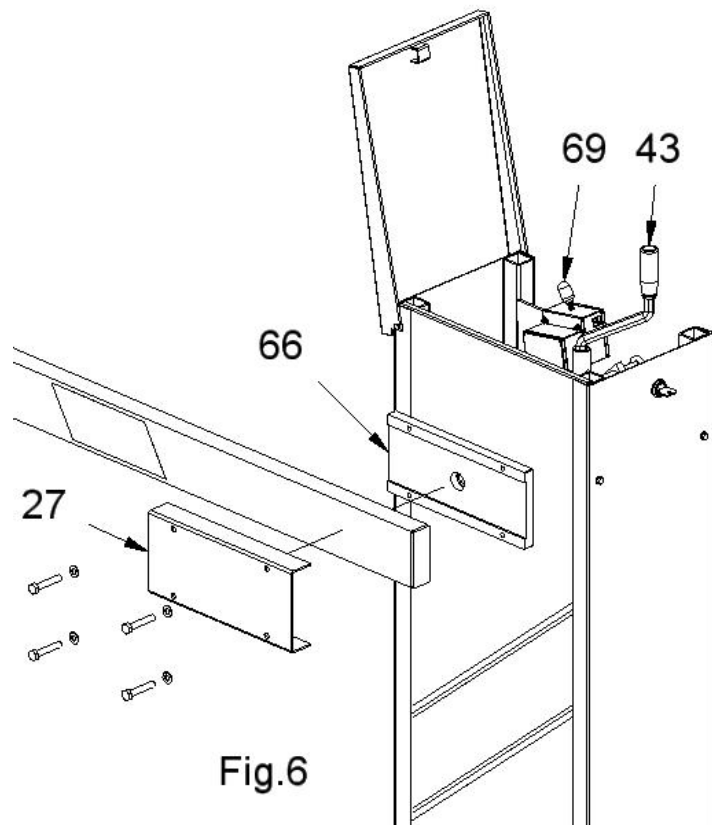
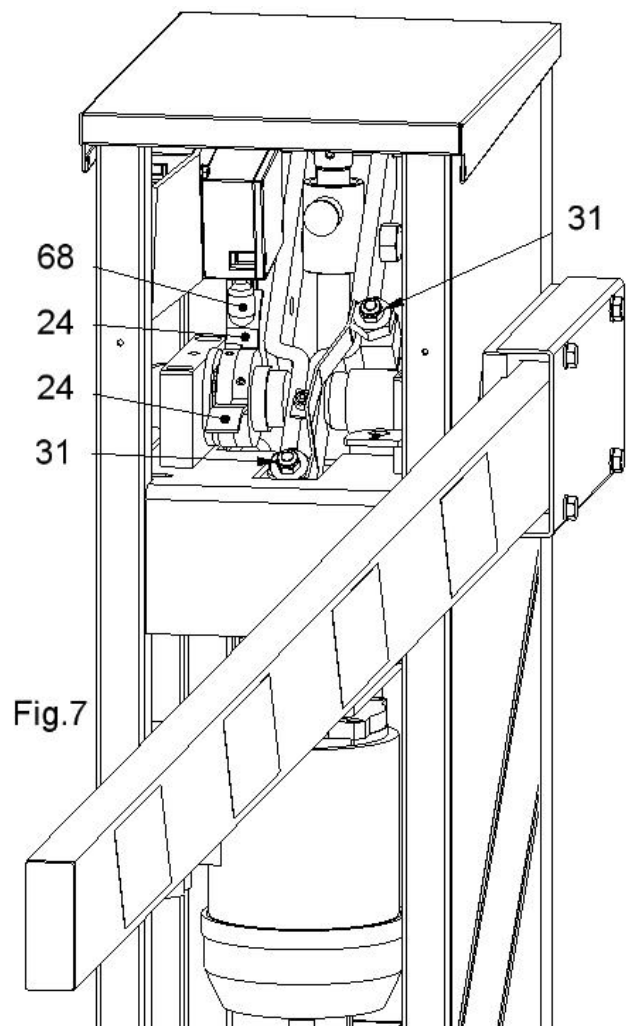
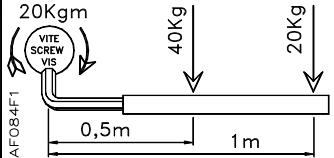

Fig.6
Fig.7
Fig.8
3) **I** Azionare manualmente la vite (pos.60 vedi cap.10 esplosi componenti) con la maniglia (pos.43), finché la ganascia porta asta (pos.66) è orizzontale. Bloccare l'asta sulla ganascia (pos.66) con il copri ganascia (pos.27) e le 4 viti M8 (fig.6).
Manovrare manualmente con la maniglia (pos.43) la salita e la discesa dell'asta e verificare l'esatto intervento sia del fincorsa elettrico di salita/discesa (pos.68 vedi fig.7) sia degli arresti meccanici (pos.31 vedi fig.7) già preregistrati dalla Casit.
**(GB)** Manually operate the screw (pos.60 see chap.10 exploded component) with the handle (pos.43), until the jaw (pos.66) is horizontal. Stop the arm on the jaw (pos.66) with the jam (pos.27) and the 4 screws M8 (fig.6). Manually operate with the handle (pos.43) the slope and the descent of the arm and verify the exact intervention both of the electric limitswitch of opening/descent (pos.68 see fig.7) both of the mechanical arrests (pos.31 see fig.7) already registered from Casit.
**(F)** Actionner manuellement les vies (pos.60 voir chap.10 explosé composantes) avec la poignée (pos.43), tant que l'étau porte-lisse (pos.66) est horizontal. Bloquer la lisse sur l'étau (pos.66) avec l'étau (pos.27) et les 4 vis M8 (fig.6). Manoeuvrer manuellement avec la poignée (pos.43) la montée et la descente de la lisse et vérifier l'exacte intervention soit du fin de course électrique du montée/descente (pos.68 voir fig.7) soit des arrêts mécaniques (pos.31 voir fig.7) déjà preenregistrés du Casit. Relier la ligne d'alimentation, les lignes des commandements et des accessoires à la platine (pos.134 voir chap.10 explosé composantes) en suivant les normes en vigueur. Relier à masse. Pour les connexions électriques à la platine et pour eventuelles programmations et/ou régulations utiliser les instructions de connexion au trousseau de la même. Le fin de course (pos.69) bloque le fonctionnement électrique à couvercle ouverte.
**4) (I)** L'eventuale regolazione del finecorsa elettrico (pos.68) di salita/descesa si effettua agendo sulle 2 camme (pos.24) poste sull'albero di manovra che vanno ad intercettare il finecorsa nei 2 sensi di marcia. Il finecorsa elettrico di salita /discesa deve attivarsi un attimo prima che l'arresto meccanico (pos.31) intervenga (fig. 7).
**(GB)** The possible regulation of the electric limitswitch (pos.68) of opening/descent on effects acting around 2 cams (pos.24) settled on the tree of manoeuvre that they go to intercept the limitswitches in the 2 senses of march. The electric limitswitch of opening / descent has to activate itself just an instant before the mechanical arrest (pos.31) intervenes (fig. 7).
**(F)** L'eventuelle régulation du fin de course électrique (pos.68) de montée/descente s'effectue en agissant sur les 2 cammes (pos.24) positionnées sur l'arbre de manoeuvre qui vont intercepter le fin de course dans les 2 sens de marche. Le fin de course électrique de montée/descente doit s'activer un instant d'abord que l'arrête mécanique (pos.31) intervienne (fig. 7).
Smontare la ganascia porta asta (pos.66 fig.6 ) fissata all'albero di manovra e riposizionarla sul lato opposto dell'albero di manovra previo smontaggio del tappo in plastica di colore nero che andrà a chiudere il foro lasciato libero sul lato opposto. Attenzione il serraggio della vite a brugola che fissa la ganascia all'albero di manovra deve rispettare i valori riportati sulla targa adesiva presente sulla ganascia (vedi fig. 8).
To get off the jaw of the arm (pos.66 fig.6) fixed to the tree of manoeuvre and put it again on the opposite side of the tree of manoeuvre previous uninstal the black plastic cork that it will close the hole left on the opposite side free. Warning: the shutting of the socket cap srew that fixes the jaw to the tree of manoeuvre has to respect the values brought on the present adhesive plate on the jaw (you see fig. 8).
L'eventuelle transformation doit être effectuée par personnel qualifié : Démontez l'étau porte-lisse (pos.66 fig.6) fixée à l'arbre de manoeuvre et la remettre sur le côté opposé de l'arbre de manoeuvre en ayant démonté en avant le bouchon en plastique de couleur noire qui ira fermer le trou laissé libre sur le côté opposé. Attention : le serrage des vis à brugola qui fixe l'étau à l'arbre de manoeuvre doit respecter les valeurs rapportées sur la palque adhésive présent sur l'étau (voir fig. 8).